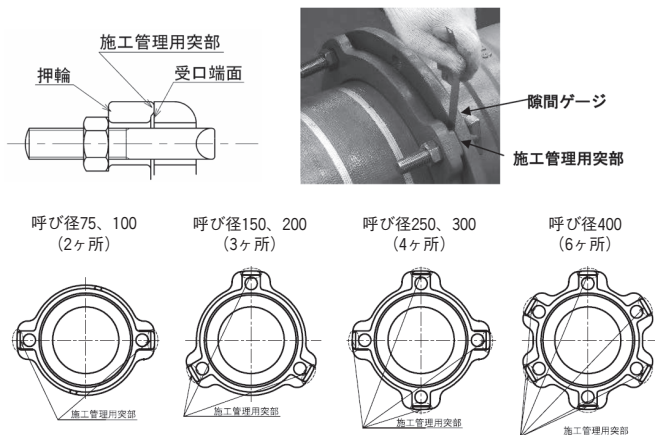

図37 締め付け完了の状態
(2) 締め付け完了後、図37に示すように押輪の施工管理用突部と受口端面に隙間がないことを隙間ゲージ（厚さ0.5mm）で確認する。
押輪、ゴム輪、T頭ボルトおよびナットを異形管と同じ要領で接合する。T頭ボルト・ナットの締め付け完了後、図37 (P32) に示すように押輪の施工管理用突部と受口端面に隙間がないことを隙間ゲージで確認する。